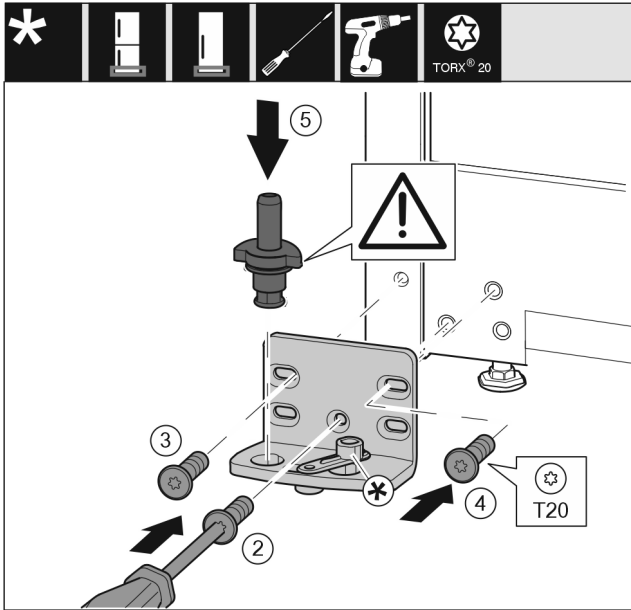

Fig. 36
- Poser le support de palier de l'autre côté et le visser à l'aide d'un tournevis T20. Commencer par la vis 2 en bas au milieu. *Fig. 36 (2)*
- Visser les vis 3 et 4. *Fig. 36 (3,4)*
- Mettre en place l'axe de palier complet. Veiller à ce que l'ergot d'enclenchement soit orienté en arrière. *Fig. 36 (5)*